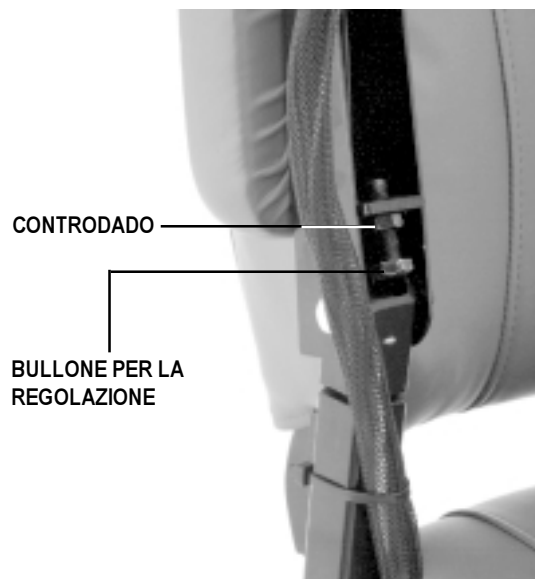

Figura 11. Angolazione Del Poggiatesta
2. Usare una chiave da 11 mm per allentare il controdado. Figura 11.